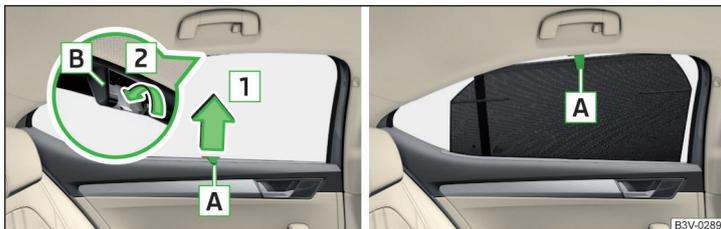

Abb. 74 Sonnenschutzrollo in der hinteren Tür
- Zum **Abblenden** das Rollo am Griff **A** in Pfeilrichtung **1** herausziehen und in den Halter **B** an der Türoberkante in Pfeilrichtung **2** einhängen » Abb. 74.